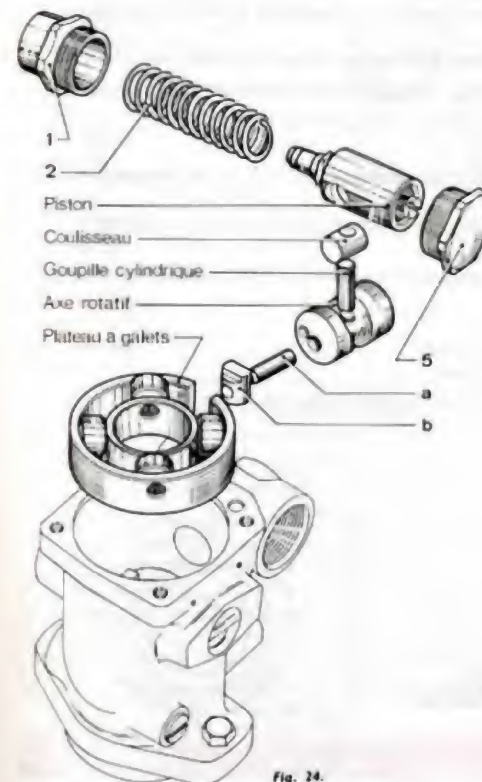
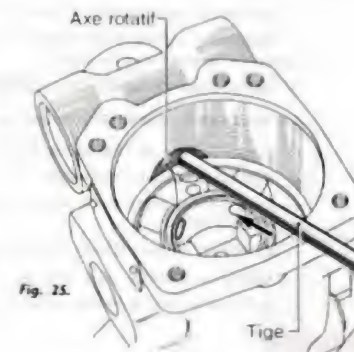

Fig. 24.
Fig. 25.
- Extraire l'axe rotatif du carter en le poussant vers l'extérieur à l'aide d'une tige (fig. 25), puis récupérer la goupille (a) et le coulisseau (b) (fig. 24).
- Sortir le plateau à galets par retournement du carter et récupérer la rondelle de friction (fig. 24 et 26).
- Mettre en place le coulisseau dans le piston, le trou de goupille orienté convenablement (fig. 24) (« coller » éventuellement le coulisseau avec de la graisse).
- Pour une rotation de **pompe à droite**, le ressort (2) du piston doit être à droite pour un observateur placé côté bride de fixation.
- Pour une rotation de **pompe à gauche**, le ressort (2) du piston doit être à gauche pour un opérateur placé dans les mêmes conditions (fig. 24 et 42).